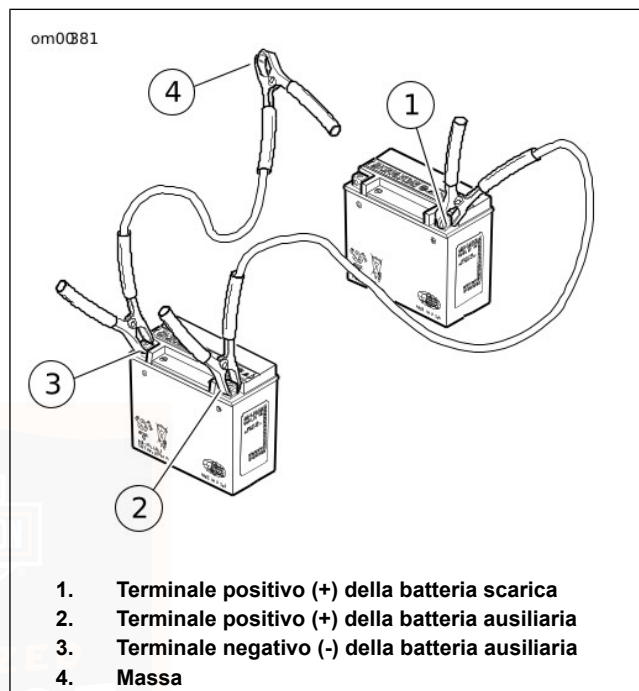

Figura 76. Collegamenti per l'avviamento con cavi ponte
1. Vedere Figura 76. Collegare un'estremità del cavo ponte al terminale positivo (+) (1) della batteria SCARICA.
2. Collegare l'altra estremità dello stesso cavo al terminale positivo (+) (2) della batteria AUSILIARIA.